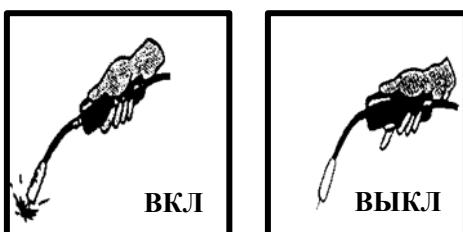

Рис.10
- Во время работы при нажатии на переключатель сварочной горелки ток поступает в горелку и начинается подача проволоки, при отпускании переключателя сварка прекращается. Контроль за сварочным током и напряжением осуществляется с помощью ручки сварочного тока и напряжения, как показано на Рис. 10.